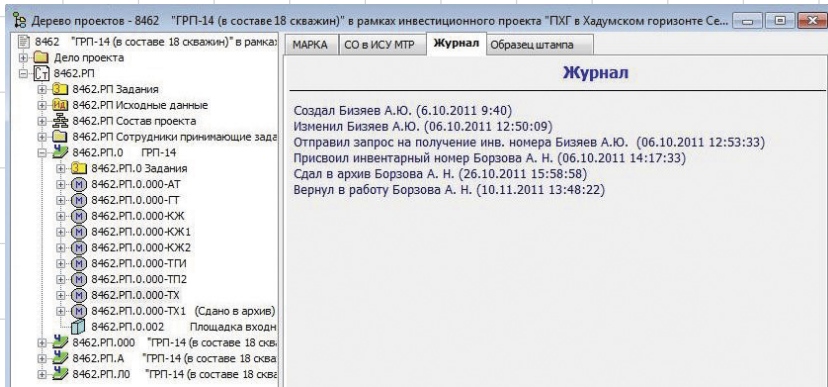

Рис. 3. Дерево проекта и журнал работы с маркой
Постепенно к работе подключаются производственные подразделения, которые создают в дереве проекта позиции и марки основных комплектов чертежей, запрашивают через ЭДО у технического архива инвентарные номера. Далее исполнители прикрепляют к маркам и разделам проекта разработанные ими графические и текстовые документы, регистрируют изменения листов, посредством Workflow формируют заявки на печать документов и запросы на сдачу проектов на размножение и в архив. Группы оформления производства и технического архива последовательно получают электронные заявки от исполнителей, проверяют комплектность электронных документов и могут принять или отклонить запрос (рис. 3).
- контроль на всех этапах процесса — администратору системы доступна информация о создании и последнем изменении объектов, размещенных в архиве, история изменений их атрибутов. Дополнительно, для удобства пользователей, по большинству задач нами разработана система журналирования, отображающая данные об истории изменений и/или движении документов в наглядном виде (см. рис. 3). Особо хотелось бы отметить возможности системы для работы филиалов ДАО «Газпроектинжиниринг» в других городах. В удаленных подразделениях также настроен доступ к системе ЭДО на базе Lotsia PDM Plus, что дает всем сотрудникам возможность работать в едином информационном пространстве с общими данными независимо от местонахождения пользователя системы. Для филиалов в Москве и Ростове-на-Дону на базе единой системы созданы собственные архивы корреспонденции, позволяющие организовать документооборот внутри филиала независимо от главного офиса.